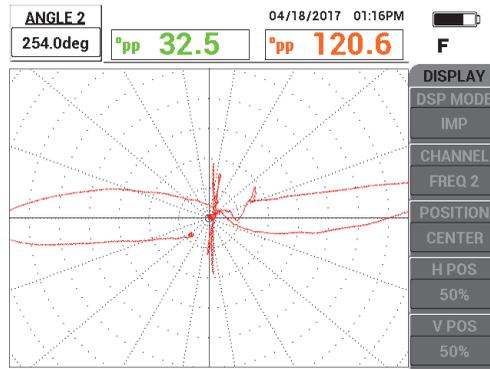

Figura 5-200 Regolazione dell'angolo nella FREQ.2
5. Premere il tasto ANGLE () e in seguito ruotare il segnale fino a quando il segnale passante risulta verticale sulla schermata dello strumento (vedere Figura 5-200 a pagina 284).